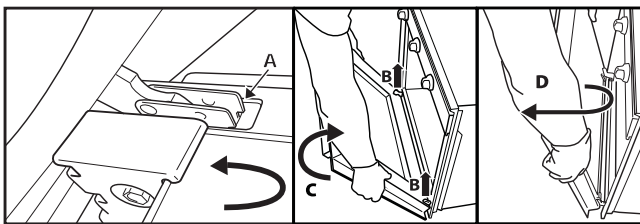

Fig.2
3. Stäng luckan så långt det går (A), lyft den (B) och vrid den (C) tills den lossnar (D) (Fig.2).